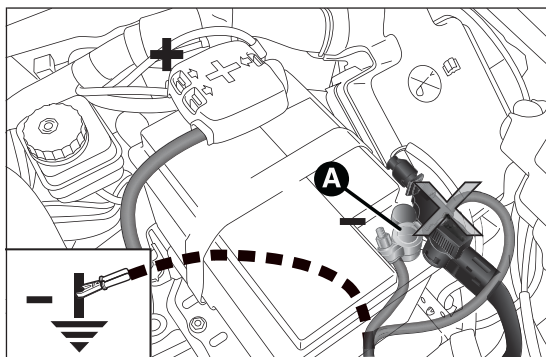

fig. 141
- brancher les bornes positives (signe + à proximité de la borne) des deux batteries à l'aide d'un câble spécial fig. 141;